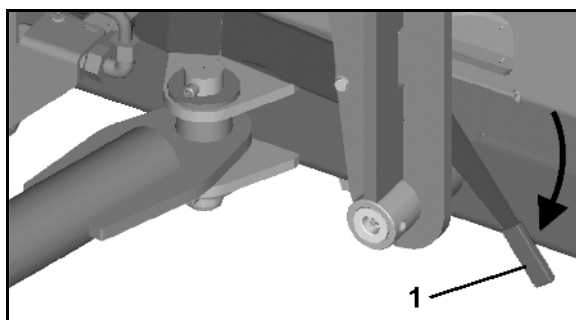

Рис. 105
5. Разблокируйте фиксатор консоли в сложенном виде (Рис. 105/1).